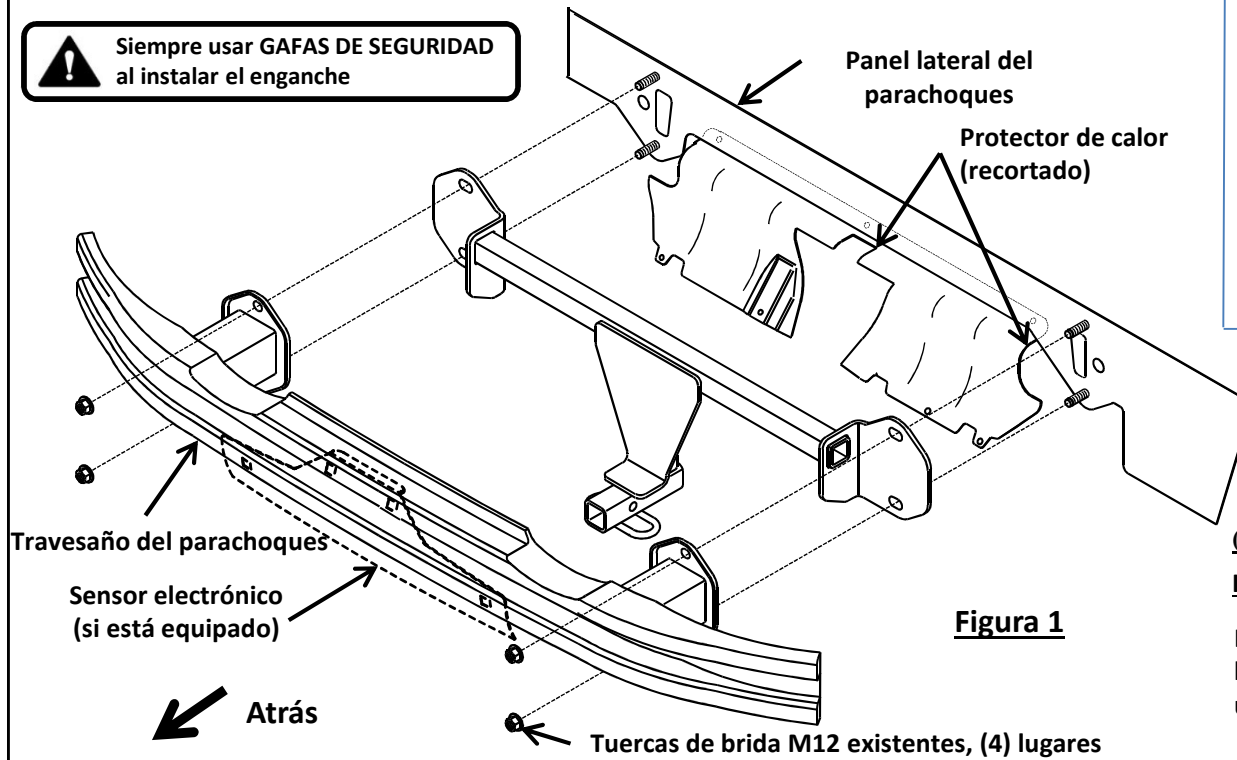
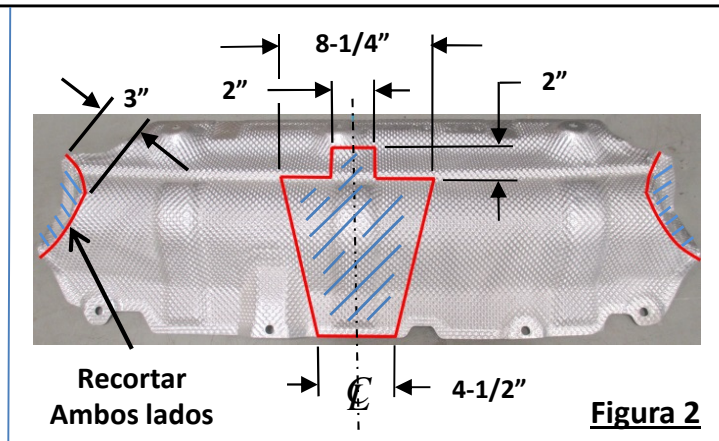

Figura 1
Figura 2
1. **Quitar (2) paneles plásticos inferiores de la carrocería:** Con una llave de 8 mm, quitar (5) tornillos y con una llave de 10 mm, quitar (1) tuerca de plástico de los paneles inferiores, en ambos lados. **NOTA:** Quitar cuidadosamente las (3) abrazaderas que sujetan el cableado al panel del lado del conductor.
2. **Quitar las luces traseras:** Abrir el maletero. Con un destornillador de cabeza plana, quitar (1) tornillo de plástico de cada panel que cubre las piezas de instalación de la luz trasera. Con una llave de 10 mm, quitar (2) tuercas hexagonales de las luces traseras y halar suavemente las luces traseras hacia atrás. Desconectar el cableado de las luces traseras.
- 3a. **Quitar la fascia:** Con una llave de 8 mm, quitar (2) tornillos del receptáculo de la rueda, en ambos lados.
- b.) con una broca Torx T15, quitar (1) tornillo situado verticalmente en la parte superior del receptáculo de la rueda (ambos lados), y (3) tornillos en la parte trasera de la fascia.
- c.) con una llave de 10 mm, quitar (2) tornillos de la parte superior de la fascia cerca del maletero, (1) por lado.
4. **Desconectar el sensor trasero (si está equipado):** *en algunos modelos*, desconectar el cableado del sensor trasero o quitar temporalmente el sensor del travesaño del parachoques. Ver la Figura 1.
5. **Quitar el travesaño del parachoques:** Con una llave de pared profunda de 18 mm con extensión de 6", retirar (4) tuercas de brida hexagonales que sujetan el travesaño del parachoques al panel lateral. Ver la Figura 1.
6. **Quitar el protector de calor:** Con una llave de 8 mm, quitar (4) tornillos y una llave de 10 mm, quitar (3) tuercas hexagonales del protector de calor trasero.
7. **Recortar protector de calor:** Con una cinta métrica, marcador y tijeras para cortar metal, marcar y recortar el protector de calor trasero, como se muestra en la Figura 2.
8. **Instalación del enganche:** Levantar el enganche y el travesaño del parachoques a su posición y alinear los orificios con los vástagos en el panel lateral. Colocar el enganche en el medio entre el travesaño del parachoques y el panel lateral. Ver la Figura 1.
9. **Reinstalar los fijadores:** Sin apretar, reinstalar (4) pernos de brida M12 hexagonales existentes en los vástagos, (2) por lado.
7. Recortar protector de calor: Con una cinta métrica, marcador y tijeras para cortar metal, marcar y recortar el protector de calor trasero, como se muestra en la Figura 2.